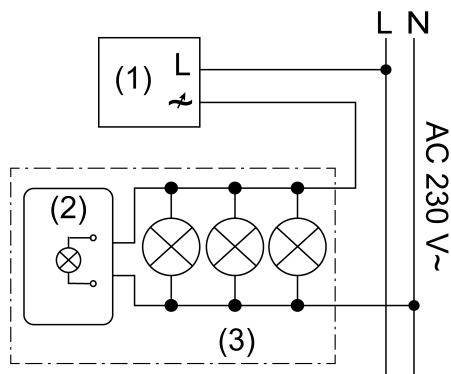
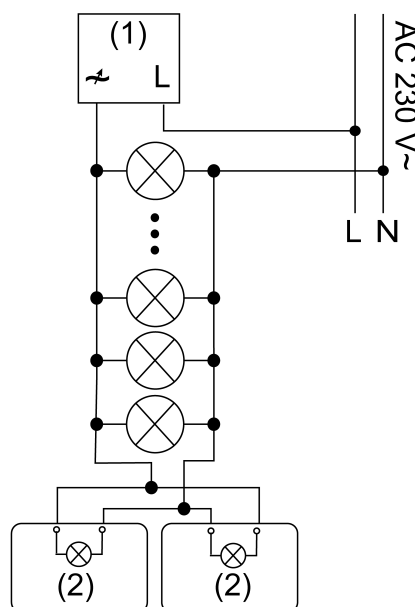

Figure 1: Exemple de raccordement dans le boîtier de lampe
Figure 2: Exemple de raccordement avec deux modules
- (1) Variateur en fonctionnement par coupure de phase descendante
- (2) Module
- (3) Éclairage avec lampe LED HT
- Raccorder le module au conducteur neutre et à la phase variée, parallèlement à la lampe LED HT, (Figure 1) exemple de raccordement dans le boîtier de lampe, (Figure 2) exemple de raccordement avec deux modules.